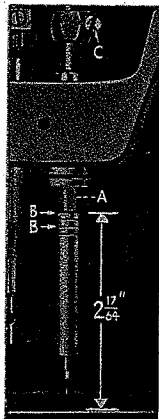

Fig. 11
El manguito inferior de la barra de la aguja, el que se regula con la barra de la aguja, es ajustado en la fábrica. La distancia desde el fondo del manguito (A, Fig. 11) al asiento de la plancha de aguja es de 2-17/64" (5,75 cm.).
Cuando la barra de la aguja está en su posición más baja, la raya reguladora superior (B, Fig. 11) (del par seleccionado) dependiendo de la aguja usada, deberá estar a NIVEL con el borde inferior del manguito inferior de la barra de la aguja (A).
La ilustración (Fig. 11) muestra el ajuste correcto de la barra de la aguja en el Estilo 63400A, usando la aguja extracorta, Tipo 183 GXG o 183 GYS. El ajuste de la barra de la aguja en el Estilo 63400B, usando la aguja corta, Tipo 180 GXG o 180 GYS se lleva a cabo en la misma forma, excepto que se usa el par de marcas inferiores.
funcionamiento hasta que la barra de la aguja esté en su posición más baja, y continúese volteando la rueda de mano o volante hasta que la aguja ascienda y la marca reguladora inferior (del par seleccionado) (Fig. 11) usado en el ajuste de la barra de la aguja está a nivel con el borde inferior del manguito de la barra de la aguja (A).
Dese vuelta al gancho en el eje hasta que el punto del gancho esté a nivel con el centro de la aguja y tan cerca de la aguja como sea posible, sin desviarlo. Un espacio de 0.003 a 0.005 de pulgada* entre la aguja y el punto del gancho es satisfactorio. Con el gancho en esta posición, apriétese bien el tornillo de sujeción opuesto al punto del gancho. Después, apriétense bien los dos tornillos restantes, y verifíquese de nuevo la regulación del gancho con la de la aguja, cuando el tope del ojo de la aguja deberá estar a 1/64" (0,40 mm) debajo de fondo del punto del gancho. Si ésta condición no existiera, vuelva a verificarse el ajuste del manguito de la barra de la aguja en relación al asiento de la plancha de la aguja. (Fig. 11)